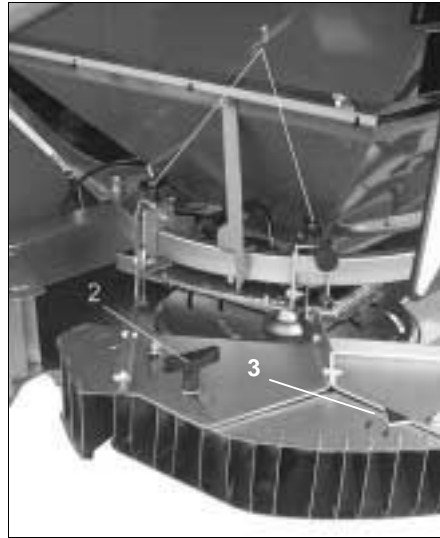

Fig. 24
- Symbol“▲” oder “◆”(Fig. 24/3)
- Zum Einstellen des Limiters auf den Skalenwert (0-15) die Griffe (Fig. 24/1) lösen, Einstellung nach Tabelle vornehmen, anschließend Griffe wieder festdrehen.
- Um den Grenzstreuschirm nach Innen oder Außen zu schwenken, den Griff (Fig. 24/2) lösen und den Schirm drehen, bis der Zeiger auf dem “▲” oder “◆” Symbol steht. Griff wieder festdrehen.